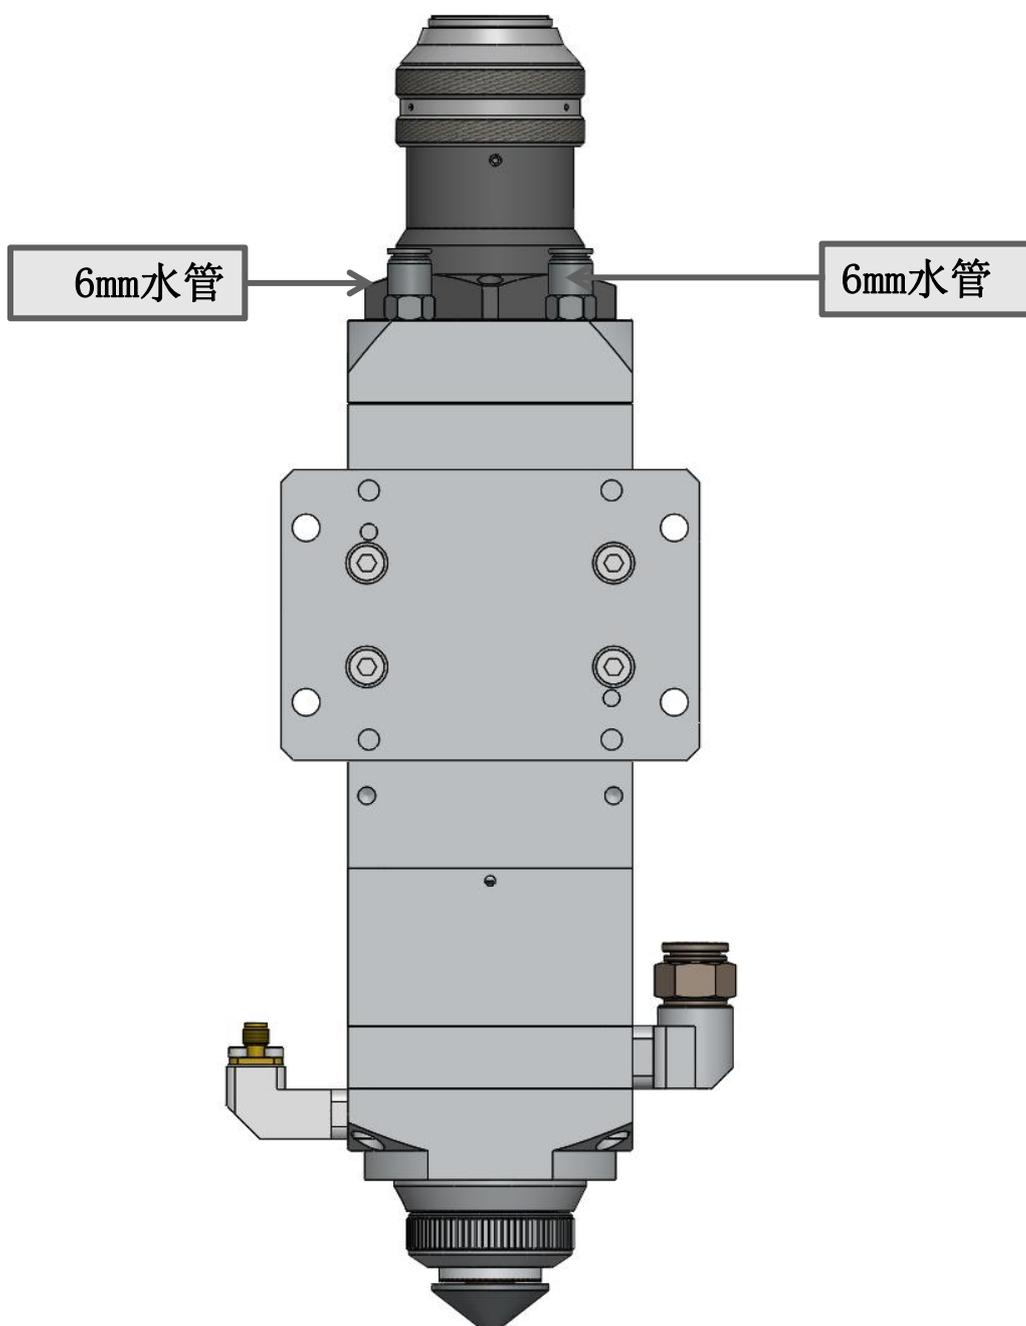

图1.3
① 用于QBH及切割头冷却，1进1出冷却管路，如下图1.3所示。